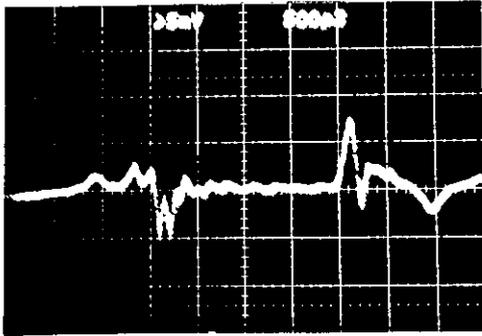

fig.3
Le TDR (ref.1) est là une aide précieuse, situant d optimum à 4.5 mm. Pour un temps de montée global de 35 pS (fig.3), le coefficient de réflexion est de +7%, -5% soit: